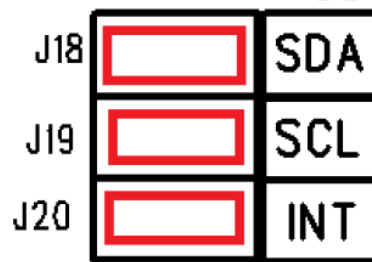

图 1-7 G-sensor I2C 接线
4). **标记 7:** I2C 接口，连接 G-sensor，跳线 J18，J19，J20 跳线见图 1-7，
六轴传感器 G-sensor 的电源由 VDD_DEV 提供，因此使用该功能时，需要将 J6 连接，可参考图 1-7。